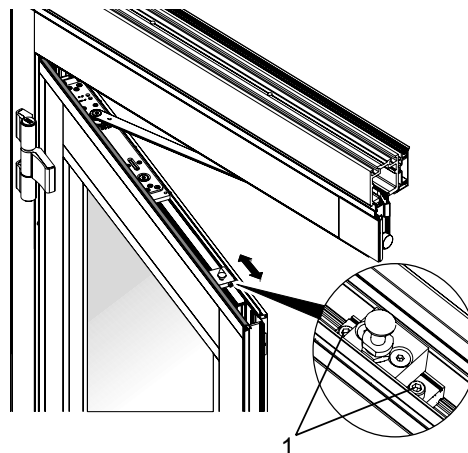

Abb. 27: Pilzkopf horizontal ausrichten
1. Schrauben (Abb. 27/1) lösen.
3. Schrauben (Abb. 27/1) festziehen.